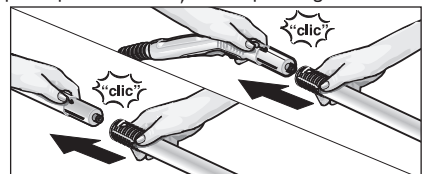

Fig. 3: Fixarea țevilor de prelungire
- Dacă este nevoie, utilizați țevile de prelungire (G1). Pentru aceasta, montați una, respectiv ambele țevi de prelungire (G1) pe pistolul cu abur (C1) (vezi fig. 3). Împingeți apoi accesoriul dorit (D1, E1, F1, H1) pe capătul liber al țevii de prelungire.